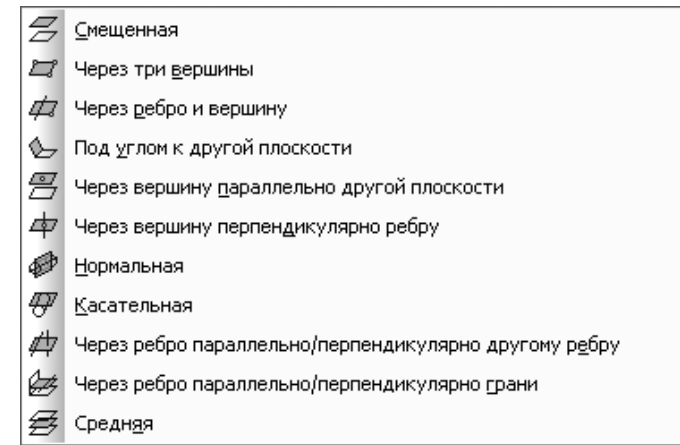

Рис. 3.46. Всплывающее меню пункта **Плоскость** выпадающего меню пункта **Операции** главного меню
- щелкните в главном меню по пункту **Операции**, а затем в выпадающем меню по пункту **Плоскость**. Появится всплывающее меню (рис. 3.46).